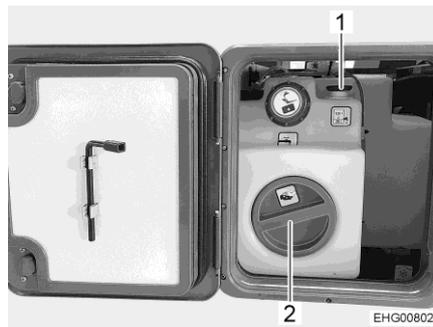

Fig. 185 Depósito de agua con tirador giratorio
- Girar el tirador giratorio (Fig. 185,1) sobre el depósito de agua en sentido de las agujas del reloj, hasta el tope.
- Girar el tirador giratorio (Fig. 185,1) sobre el depósito de agua en sentido contrario a las agujas del reloj, hasta sentir resistencia. El agua se sale hasta sobrar una cantidad residual de 20 l.